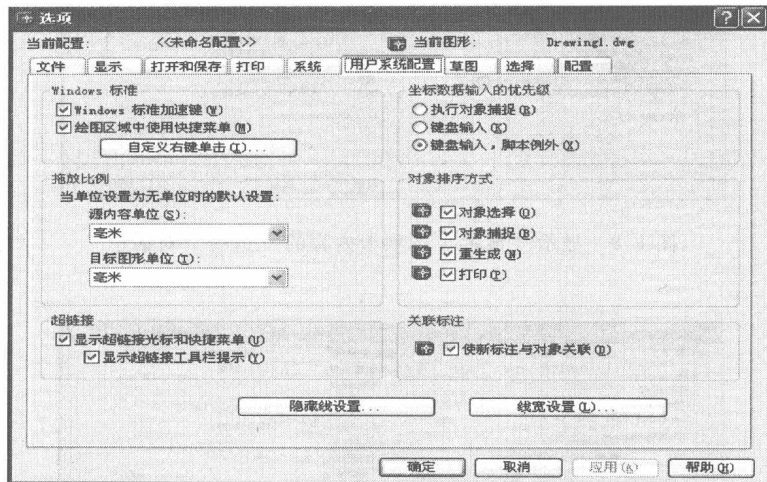

图 1-11 显示“用户系统设置”选项卡内容的“选项”对话框
5. “用户系统设置”选项卡 图 1-11 所示是显示“用户系统设置”选项卡内容的“选项”对话框。它主要用于设置线宽显示的方式,让用户按习惯自定义鼠标的右键功能,还可以修改 Windows 标准、对象排序方式、坐标数据输入的优先级、超链接和 AutoCAD 设计中心的设置。
(1) 单击“选项”对话框中的“用户系统配置”选项卡,显示用户系统配置的内容,如图 1-11 所示。